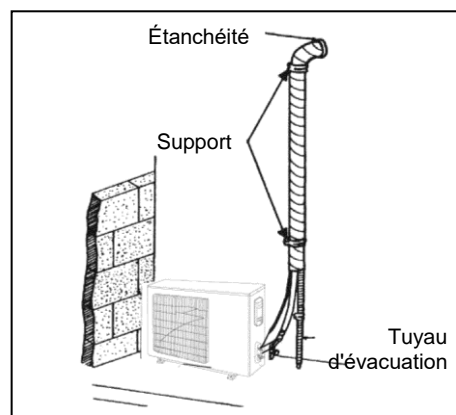

Fig. 15
1. Lorsque l'unité extérieure est installée plus haut que l'unité intérieure (Voir la figure 15.)